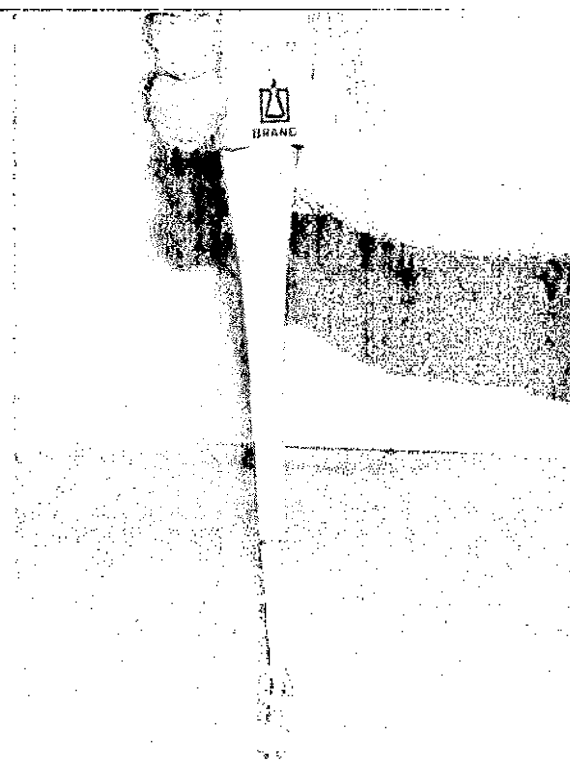

Рис. 47: Введение калибровочного стандарта (раствора) пипеткой
12. С помощью пипетки ввести 50 мкл калибровочного стандарта в еще не использованный измерительный сосуд (рис. 47).